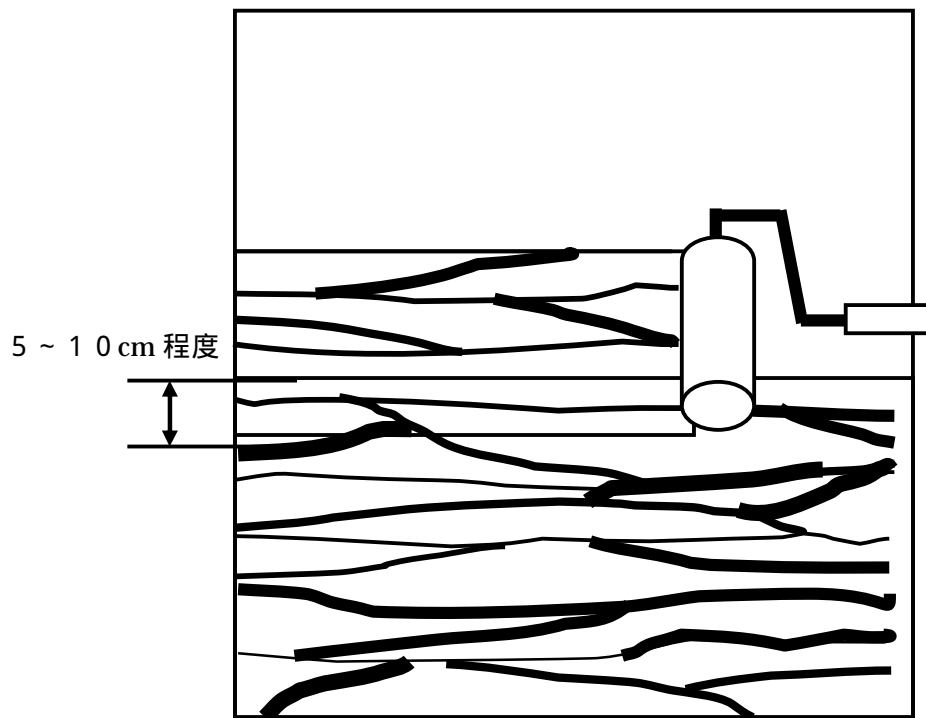

図3
- ・配り塗りしたJP(W)-100が乾燥しないうちに、JR-181を横方向に転がしパターン付けを行ってください(図3)。
隣のパターンと5～10cm程度、交差するようにローラーを転がしてください。(図3)